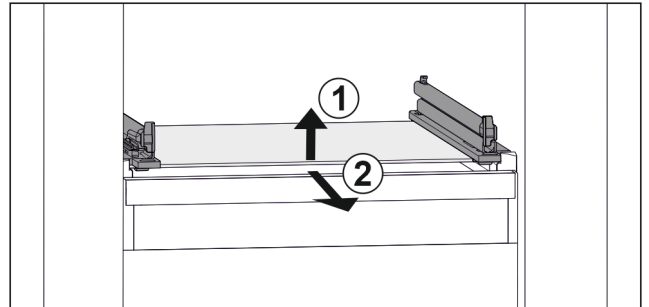

Fig. 41 Voorbeeldweergave van glasplaat
- ▶ Glasplaat aan de voorkant optillen. Fig. 41 (1)
- ▶ Glasplaat naar voren toe verwijderen. Fig. 41 (2)